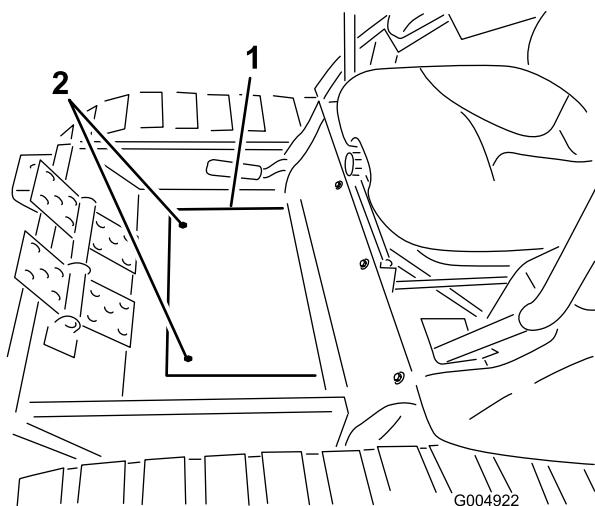

Figura 44
4. Retire los dos tornillos que sujetan la cubierta de la chapa de suelo al suelo, y retire la chapa (Figura 44).